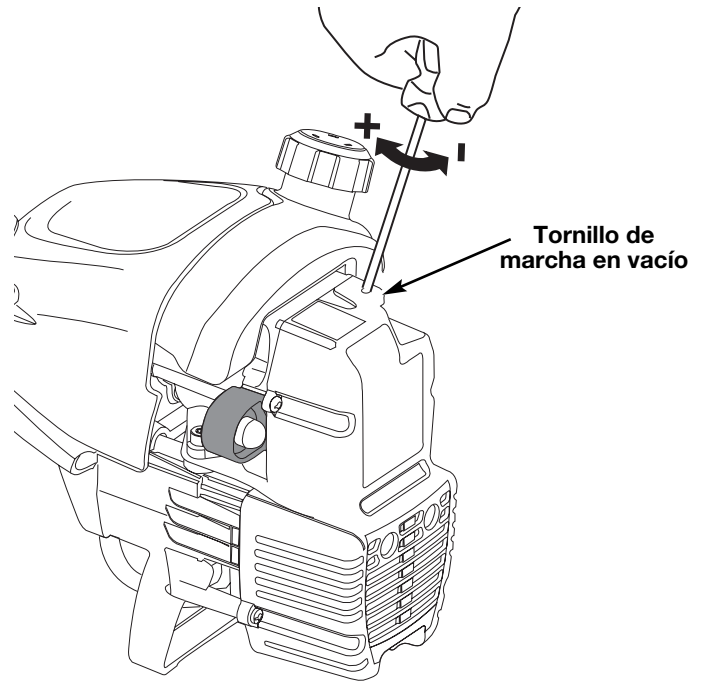

Fig. 42
La velocidad lenta del motor puede ser ajustada por la cubierta del silenciador / filtro de aire (Fig. 42).
2. Suelte el gatillo del regulador y deje que el motor funcione en marcha lenta. Si el motor se para, inserte un pequeño destornillador Phillips o de vástago plano en el orificio de la cubierta del silenciador / filtro de aire (Fig. 42). Gire el tornillo de marcha lenta en sentido horario, de a 1/8 de vuelta por vez (según sea necesario) hasta que el motor funciona en mínima.